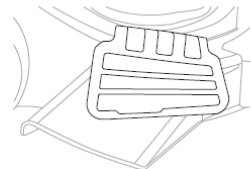

Рис. 28
5. Опустите боковую закладку, чтобы она лежала на боковом канале для выброса (Рис. 28).